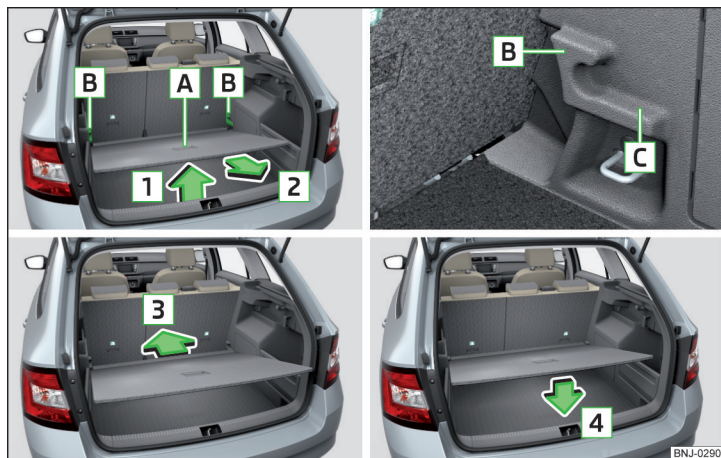

Fig. 102 Reglarea podelei variabile în poziția superioară/inferioară
- Ridicați podeaua variabilă de mânerul **A** în sensul săgeții **1** și împingeți-o parțial în sensul săgeții **2** » fig. 102.